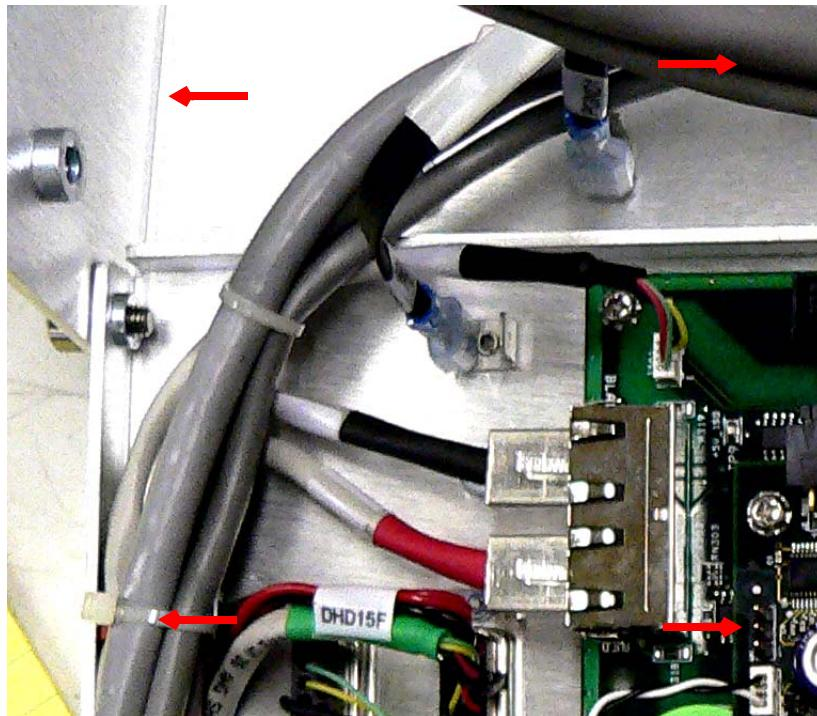

图 B-28 安装螺丝
5. 拆下四 (4) 组十字槽头螺丝及垫片 (图 B-28)。
10. 重新安装四 (4) 组十字槽头螺丝及垫片（第 B-19 “页图 B-28”）。